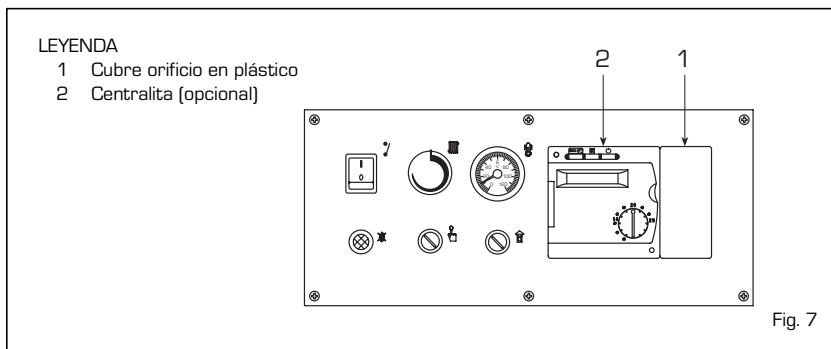

Fig. 7
Todas las funciones de la caldera pueden ser controladas desde la centralita opcional cod. 8096303, suministrada con sonda de temperatura exterior (SE) y sonda de inmersión caldera (SC) (fig. 7). La centralita prevé la conexión de una ulterior serie de conectores de baja tensión para la conexión de las sondas y de la unidad ambiente (los conectores se encuentran en una bolsa en el interior del cuadro de mandos). El bulbo de la sonda del acumulador (SS), opcional cod. 6277110, debe ser introducido en la vaina del acumulador y la sonda de la caldera (SC) en la vaina de la caldera. Para el montaje de la sonda de temperatura externa (SE) seguir las instrucciones que se encuentran en el mismo embalaje. Para efectuar la conexión eléctrica ver el esquema de la fig. 6.